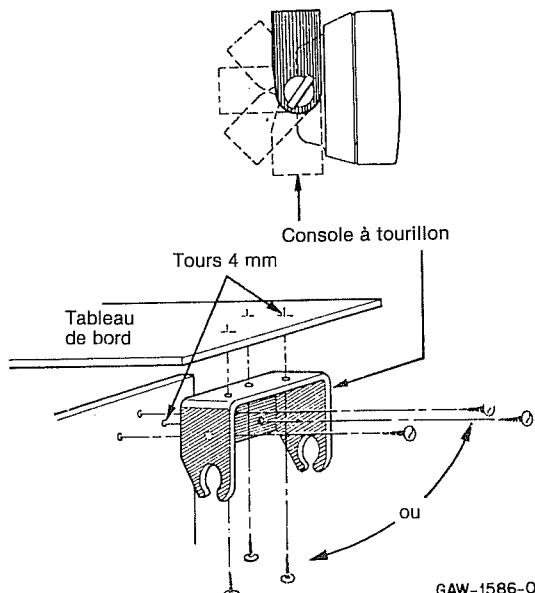
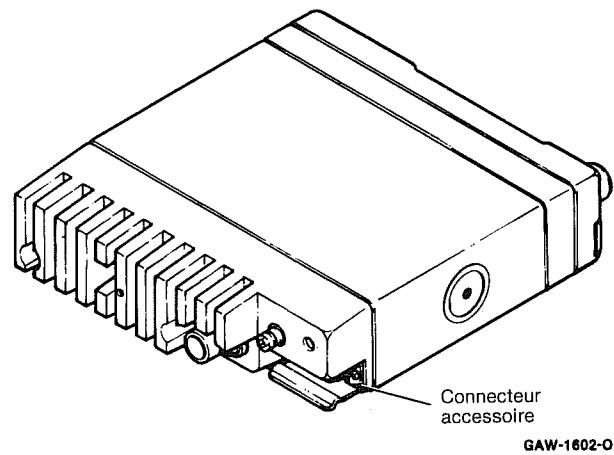

Figure 5
Figure 6
- (1) Déposez le haut-parleur de la console à tourillon en déserrant les deux vis papillons.
- (2) Choisissez un endroit pour le montage du haut-parleur.
- (3) En utilisant la console à tourillon comme modèle, marquez les emplacements des trois trous de montage.
- (4) Pointez et percez un trou de 4 mm en chaque emplacement.
- (5) Montez la console à tourillon avec les vis fournies (voir figure 5).
- (6) Introduisez le haut-parleur dans la console à tourillon et serrez les deux vis papillons.
- (7a) (Montage direct) Enfoncez la prise accessoire du haut-parleur dans le connecteur à neuf broches sur le dos de la radio (voir figure 6).